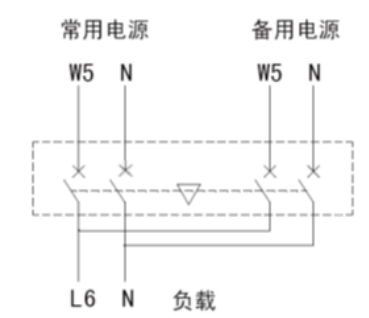
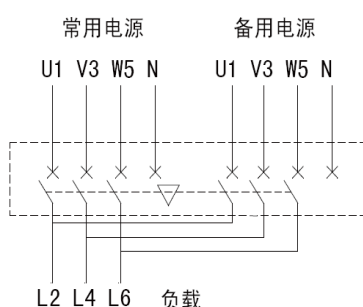
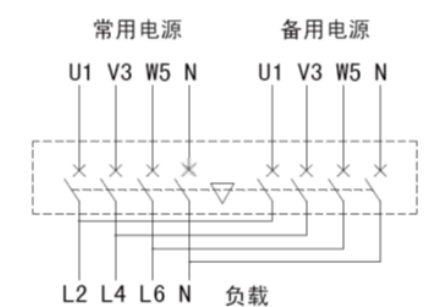
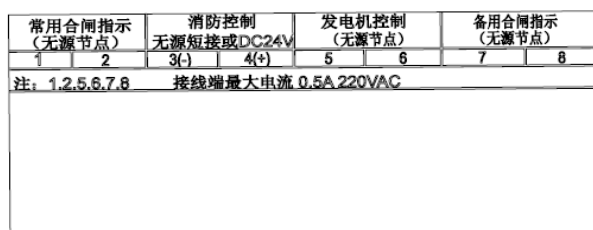

图2 二极产品接线示意图
图3 三极产品接线示意图
图4 四极产品接线示意图
图5（标准型控制器）二次端子接线示意图
- 3) 按图 2、图 3 或图 4 连接导线,导线应平整,不应在小型断路器或隔离开关上附加力,根据额定电流来选用相应规格的导线截面,请确保 N 线和接地线连接正确及可靠。三极产品必须通过常备用断路器 N 相端子接入零线以供控制器能够正常采样。用户可根据需要,按照图 5 将产品的二次端子与外部指示灯对应连接。